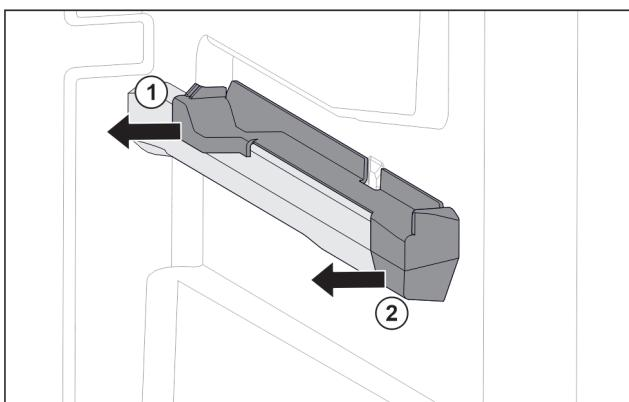

Fig. 122 Вставна частина на правому ребрі для резервуару
- Відсунути вставну частину назад вбік. Fig. 122 (1)
- Відсунути вставну частину вперед вбік. Fig. 122 (2)